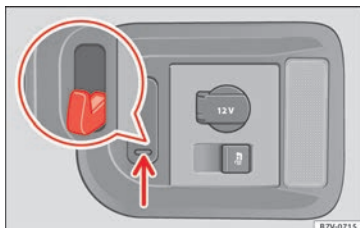

Fig. 97 En el maletero: ganchos para bolsas.
A la derecha del maletero hay unos ganchos para bolsas basculables » **fig. 97** de los que se pueden colgar bolsas de compra ligeras.
- Presione hacia abajo en los ganchos para bolsas » **fig. 97** (flecha) y abátalos.